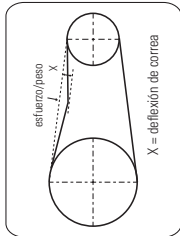

FIGURA 9.4
- Para verificarla retire el protector de correa. Tras la inspección, coloque el protector fijando los tornillos (Figura 9.4 y 9.5). Cuando sea necesario reemplaze las correas.